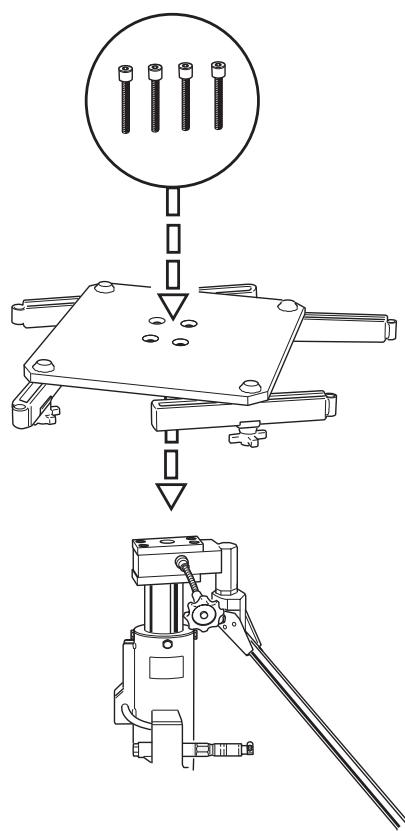

Fig.3
Montage der Platte (Abb. 3)
- Entfernen Sie die Aufnahmeplatte, indem Sie die vier Sicherheitsbolzen herauschrauben (Abb. 3).
- Bringen Sie die Aufnahmeplatte wieder an, indem Sie die vier Sicherheitsbolzen festschrauben (Abb. 3).
Assemblage de la plaque de levage (Fig. 3)